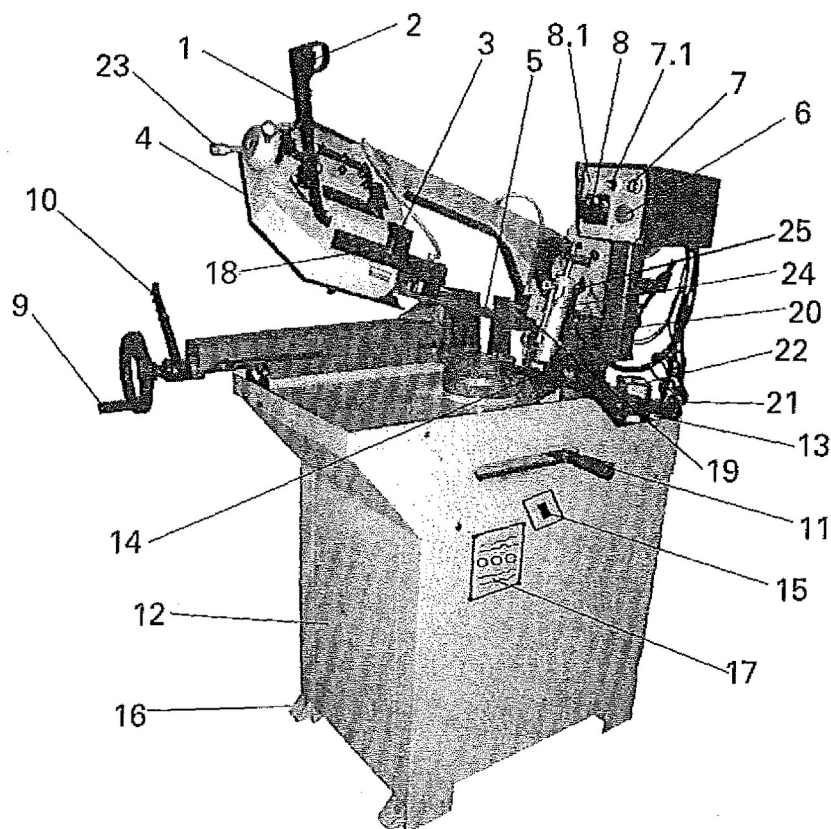

FIG. 1 — Componentes principais
A máquina possui uma chapa de características (17, FIG. 1) com o modelo, o número de série, a tensão e a potência. Indique sempre estes dados ao solicitar assistência ou peças.
Fixe a máquina ao pavimento pelos furos de ancoragem (16, FIG. 1) com buchas roscadas adequadas.
Encha o depósito (13, FIG. 1) com uma emulsão de água e óleo solúvel de corte, diluída segundo as indicações do fabricante do refrigerante (habitualmente cerca de 10 % de óleo). Verifique se o caudal que chega à zona de corte é suficiente para manter a fita lubrificada.
- 1) Verifique se a fita roda no sentido da seta (3, FIG. 1) e se os dentes estão corretamente orientados.
- 2) Monte a barra de bloqueio (14, FIG. 1) no seu alojamento e bloqueie-a.